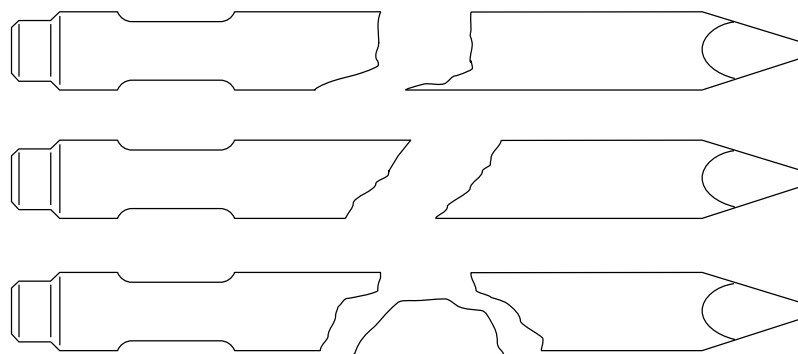
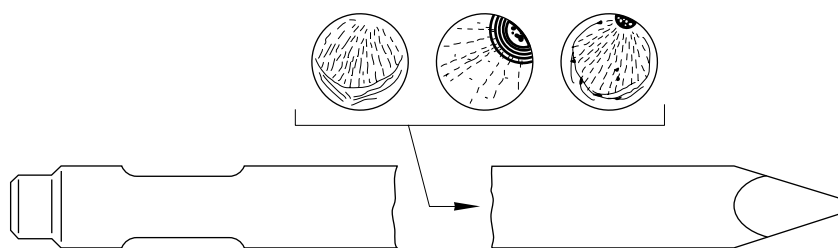
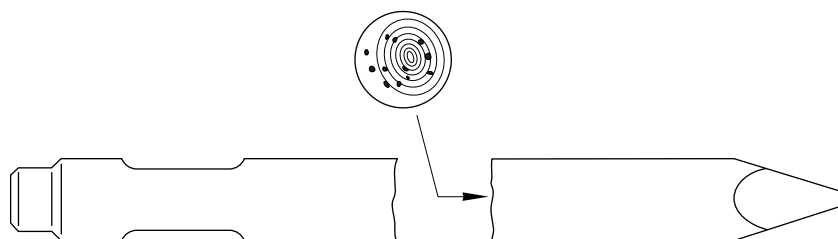

рис. 6
рис. 7
рис. 8
■ Поломка вне хвостовика (рис. 6, 7 и 8)
Поломка изделия вне верхней части пики, как показано на рис. 6, может произойти из-за чрезмерной нагрузки, приложенной к инструменту. Такой изгиб от нагрузки происходит, когда инструмент внедрен в материал и его дергают или толкают, или когда инструмент установлен не перпендикулярно к поверхности разрушаемого материала. Поломка из-за усталости металла (рис.7) развивается в области мест начала поломки, вызванной концентрацией напряжения, следующей из-за чрезмерной нагрузки, и затем быстро распространяется дальше. Такой тип поломки может также произойти из-за задиоров инструмента во время использования. Так как поломки, происходящие вне хвостовика, вызваны неправильными рабочими приемами, как объяснено выше, изделия, подвергающиеся таким дефектам, не заменяются по гарантии. Однако если точка начала перелома происходит внутри тела инструмента, как показано на рис. 8, изделия будут заменены по гарантии, так как поломка указывает на дефект материала.